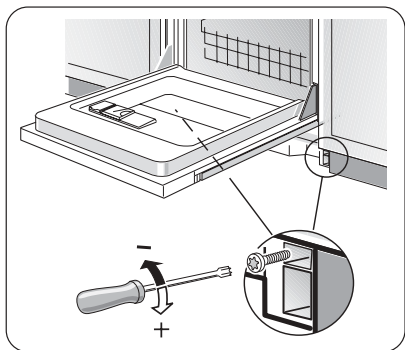

Figure 29/Ilus. 29
- 2) Insert the screws as shown in Figure 29. Turning the screw clockwise increases the spring tension. Turning the screws counter-clockwise decreases the spring tension.
2) Insérer les vis comme à la figure 29.
2) Introduzca los tornillos como muestra la Ilustración 29. Dele vuelta al tornillo en el sentido del reloj para aumentar la tensión del resorte. Al girar el tornillo contrario al reloj, la tensión del resorte se reduce.